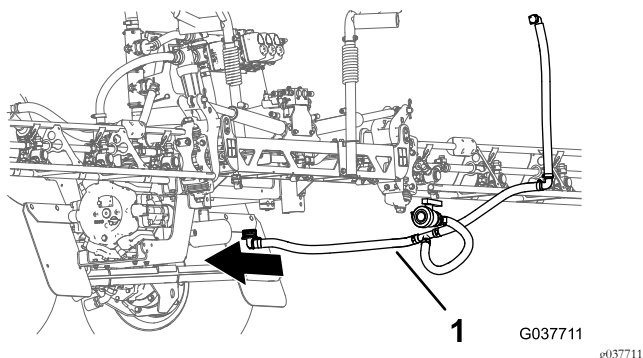

Bild 74
3. Fluchten Sie den Überlauf- und Ablassschlauch mit dem Heck der Maschine aus (Bild 74).